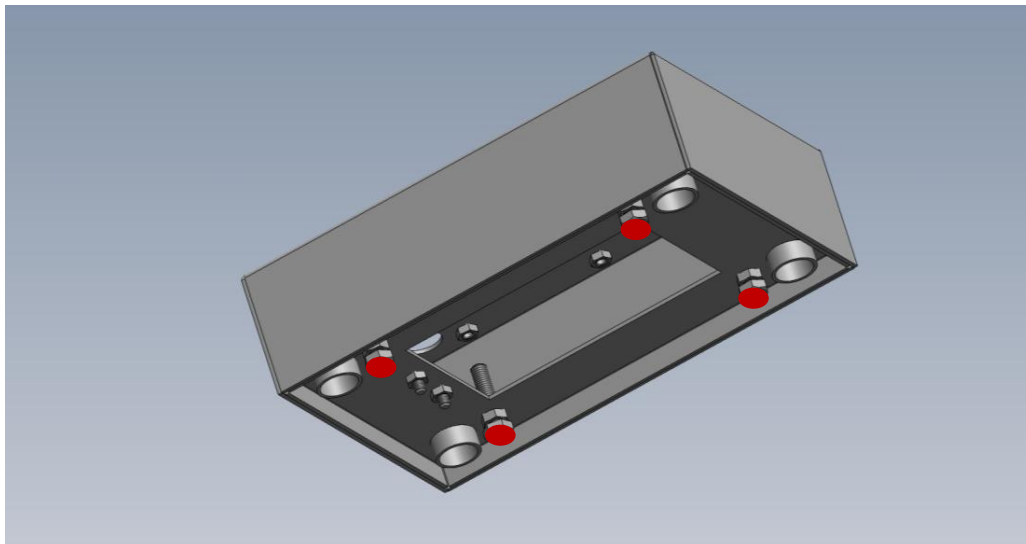

Abbildung 5: Sockel von unten, Nivellierschrauben, Variante getreppt
4. Sockel mittels Wasserwaage nivellieren. Die Nivellierung erfolgt über vier von unten in den Sockel eingedrehte Schrauben (M12) (siehe rote Punkte in Abbildung 5). Diese können leicht mit der Hand ein- oder ausgeschraubt werden, bis der Sockel „im Wasser“ steht.